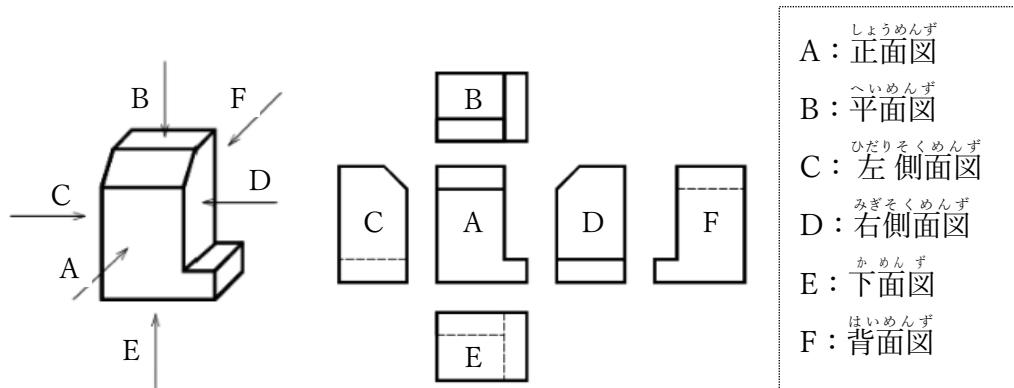

図 6-2 正投影図の配置基準 (第三角法) (JIS B0001)
- ① 第三角法は、投影面が対象物と観察者の間にある状態を示す。
- ② 図6-2だと、A、D、Bは見たままの形状が投影図になる。
- ③ 主投影図(正面図)は対象物の形状・機能をもっとも表す図面を選ぶ。